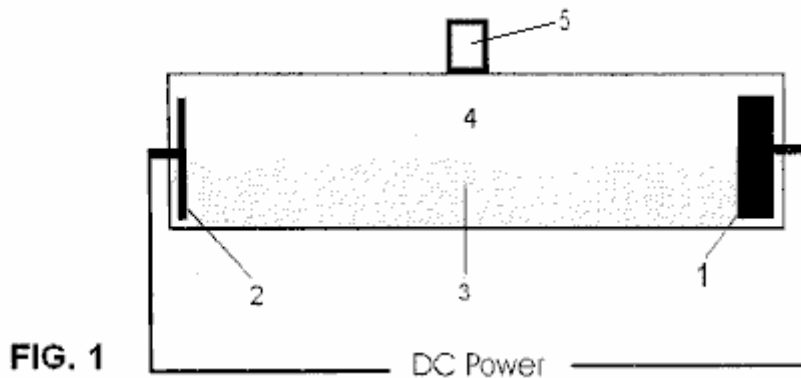

FIG. 1
Fig.1 illustra una vista schematica di una camera di reazione preferita per l'invenzione.
Facendo ora riferimento alla **Fig.1**, uno schema di una camera di reazione è illustrato. Catodo (1) e l'anodo (2) sono in opposizione di configurazione, preferibilmente più di un pollice a parte e più preferibilmente otto a sedici pollici a parte. Nel processo dell'invenzione, una corrente viene fatta passare attraverso un fluido acquoso (3) e il flusso di corrente attraverso l'elettrolita crea un campo magnetico. L'elettricità è impulsiva, che crolla il campo magnetico con ogni impulso di energia elettrica. Questo produce il gas ad un tasso molto efficiente nella zona della soluzione tra gli elettrodi, come indicato con 4 in **Fig.1**. Il gas prodotto possono essere raccolte dalla zona di reazione attraverso l'uscita del gas (5) e sottoposto ad ulteriore purificazione come descritto più avanti.